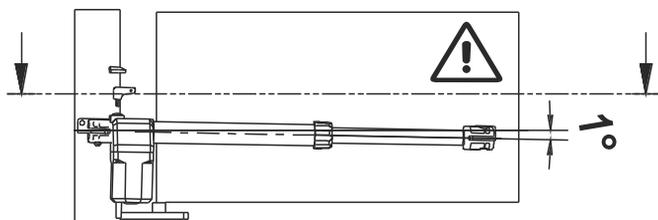

FIG. 3
- 3 - Positionner le motoréducteur et s'assurer qu'il soit incliné environ 1° (FIG. 3).